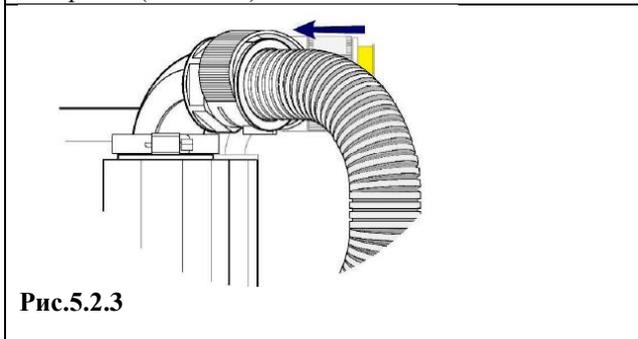

Рис.5.2.3
*Втолкните шланг входа воздуха на 5-6 гофров в отверстие (Рис.5.2.3)